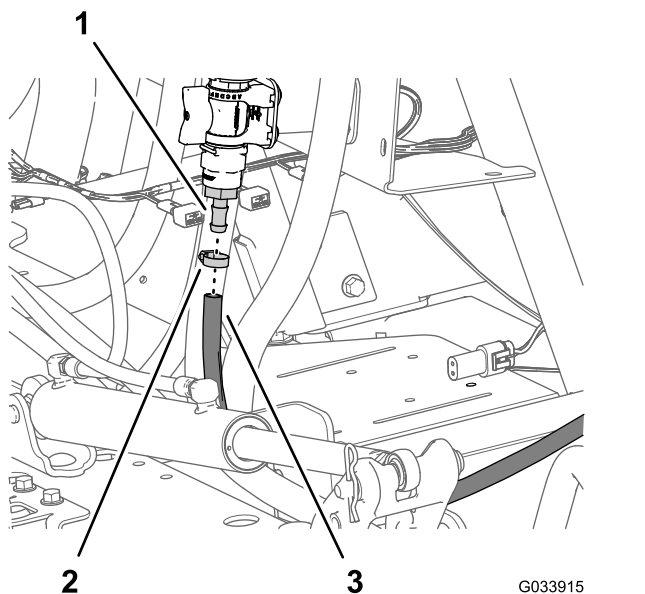

Figura 36
6. Montate il flessibile dell'asta di irrorazione sul raccordo dentellato della valvola di regolazione e fissate il flessibile al raccordo con una fascetta stringitubo (Figura 36).